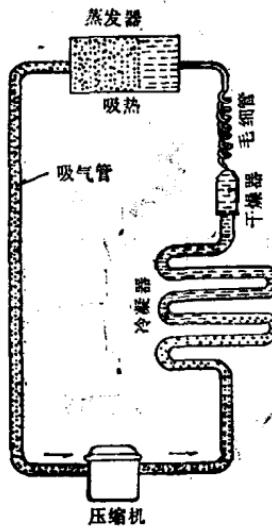

图5 压缩式电冰箱的制冷原理
- 附图 5 夏普 SJ-155 电冰箱结构图**
家用电冰箱的制冷原理如图5所示。